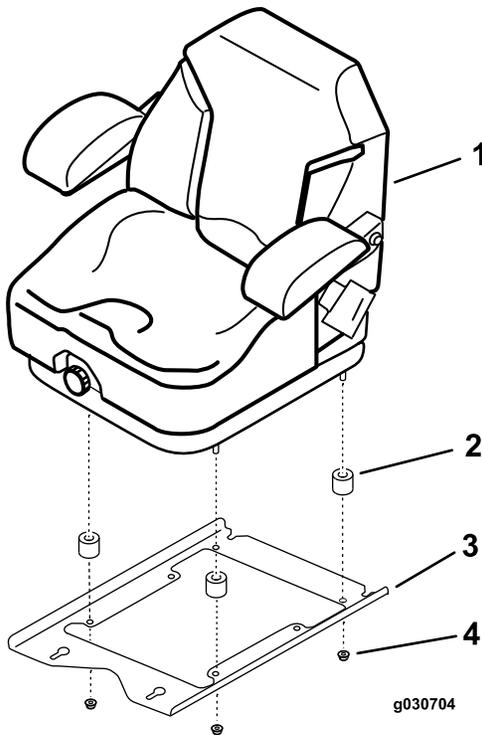

Figura 2
2. Instale un espaciador en cada uno de los espárragos del asiento (Figura 2).
3. Sujete el bastidor del asiento al asiento con 4 tuercas con arandela prensada (5/16") (Figura 2).